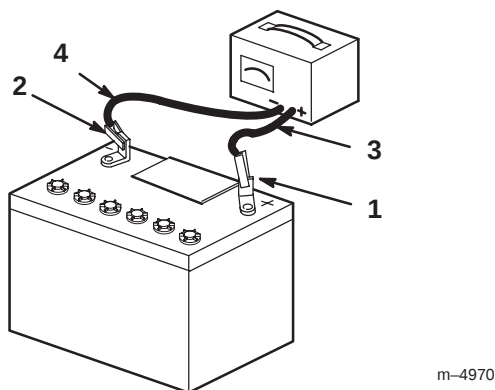

Figure 67
4. Quand la batterie est chargée au maximum, débranchez le chargeur de la prise, puis débranchez les fils du chargeur des bornes de la batterie (Fig. 67).